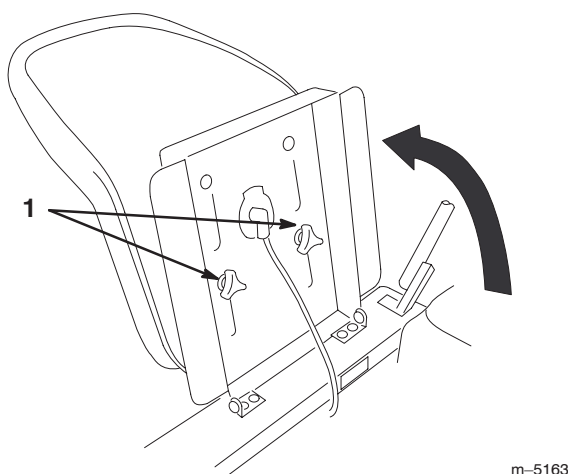

Figure 13
1. Soulevez le siège et desserrez les boutons de réglage (Fig. 13).